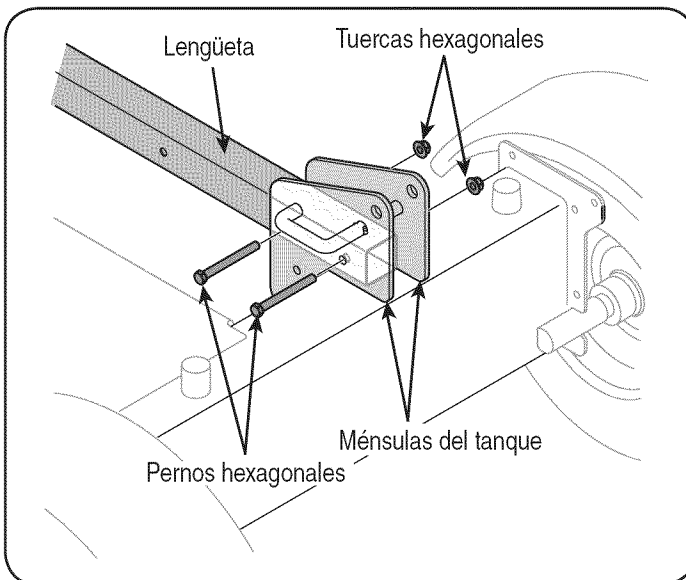

Figura 2
12. Con la máquina rompetroncos todavía sujeta a la base de la caja, extraiga dos pernos hexagonales y tuercas hexagonales del soporte del tanque y extraiga el trozo de madera que está en los soportes del tanque. Vea la Figura 2.
13. Alinee los orificios de la lengüeta con los orificios del soporte del tanque y fíjela con los pernos hexagonales y las tuercas que se acaban de retirar. Vea la Figura 2.